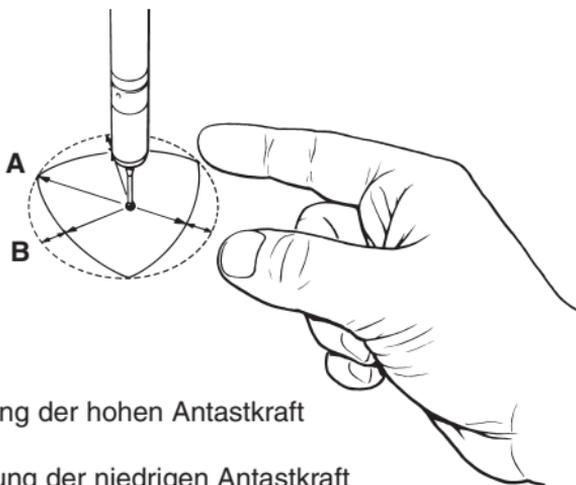

Abbildung 9 – Bestimmen der Richtung des geringsten Widerstands
2. Bestimmen Sie die Auslenkrichtung, bei der sich der geringste Widerstand ergibt. Dies läßt sich am besten durch sanftes Auslenken des Tastereinsatzes mit einem Finger in verschiedenen Richtungen ausführen (siehe Abbildung 9 unten). Es gibt eine Dreieckscharakteristik, die drei maximale und drei minimale Krafrichtungen aufweist. Diese können mit nur wenig Übung von Hand schnell ermittelt werden.